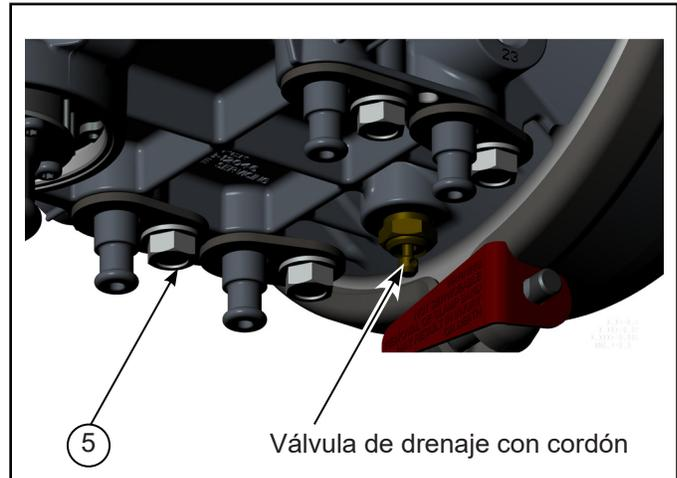

Figura 2: desmontaje de la CPPV
2. Consulte la figura 2. Vacíe todos los depósitos, incluido el depósito para purga del secador de aire, a 0.0 psi (0.0 kPa). Use la válvula de drenaje con cordón para vaciar el depósito para purga.